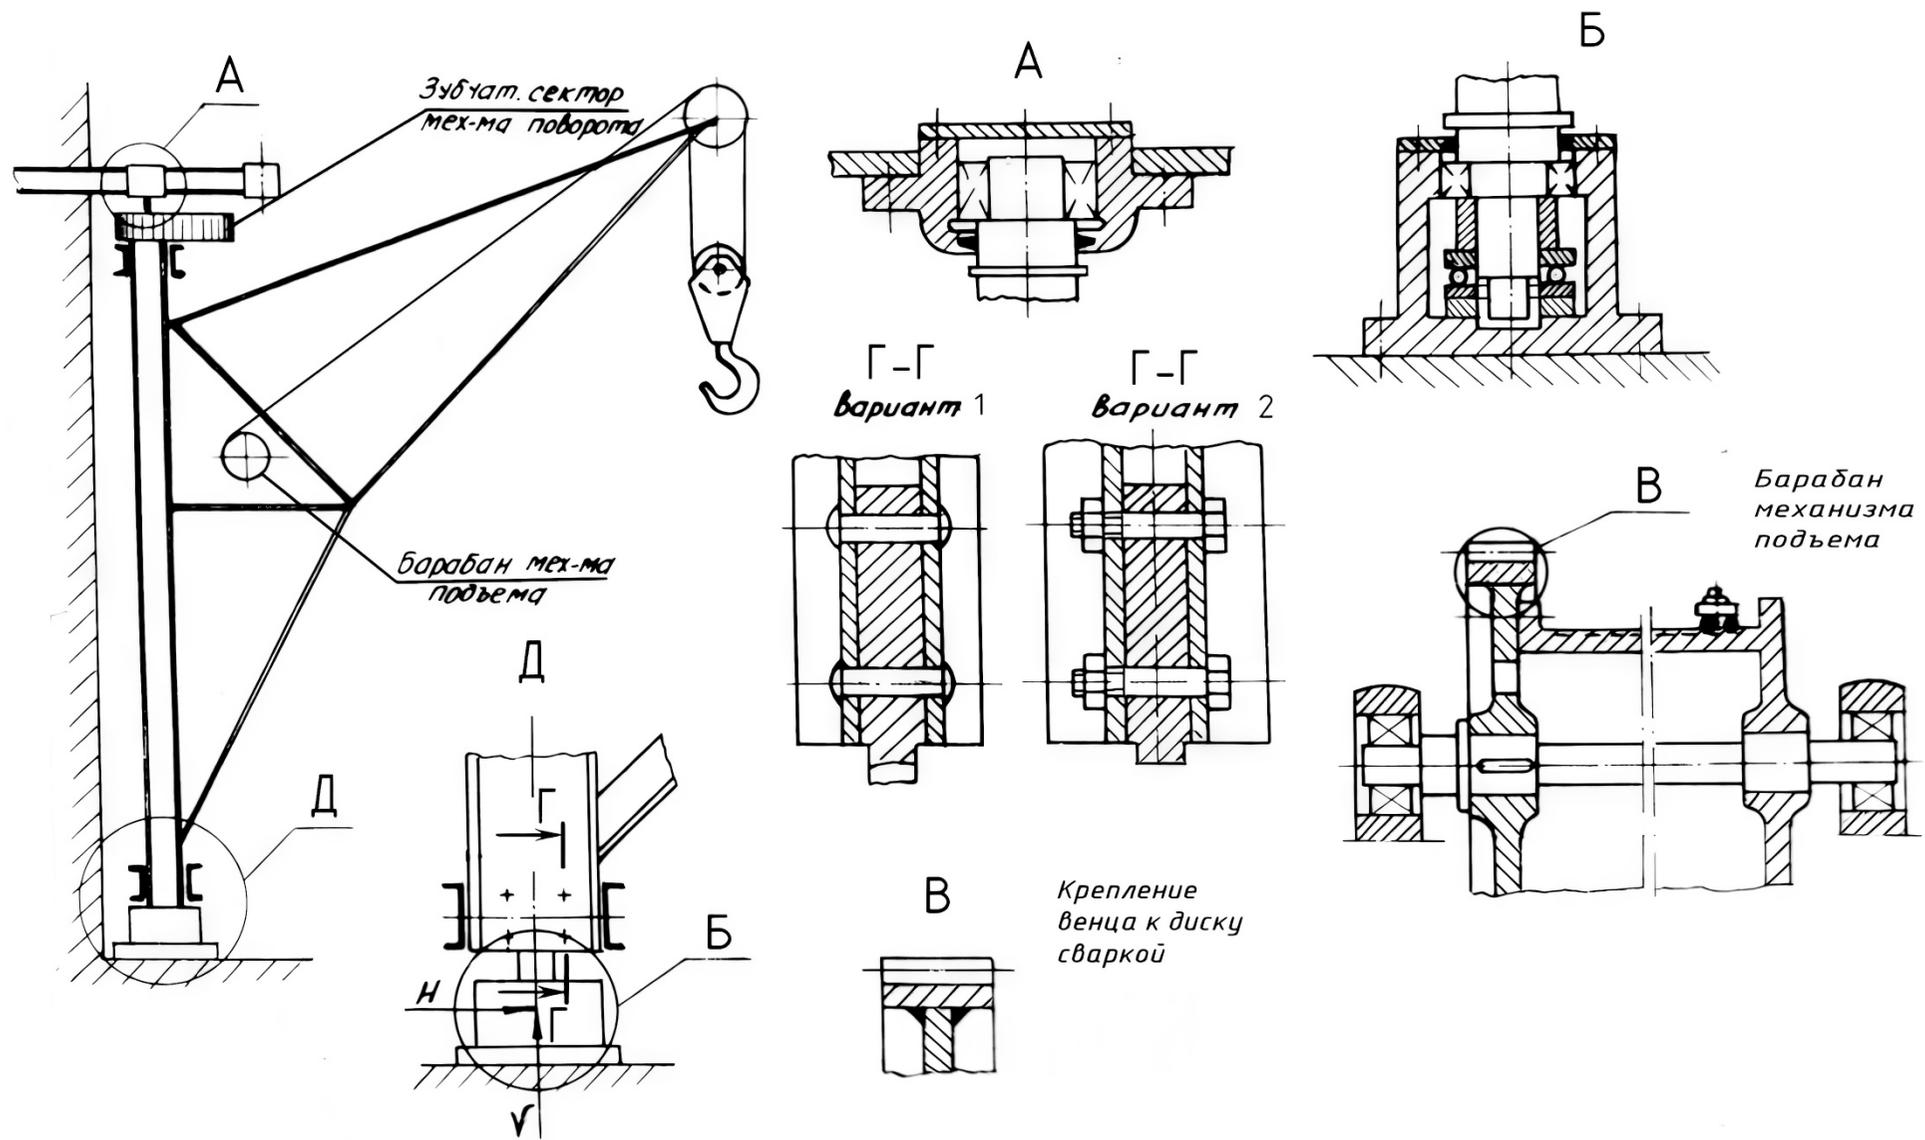

Рисунок 3 – Кран с поворотной колонной
17. Составить кинематическую схему механизма подъема груза, определить статическую мощность двигателя  $P_{ст}$  и проверить его на разгон по условию  $a_n \leq [a_n]$  при известных весе груза  $G = 45$  кН, скорости подъема  $v_{гр} = 16$  м/мин и допусаемом ускорении при пуске  $[a_n] = 0,4$  м/с2. Время пуска  $t_n$  найти из выражения пускового момента (рис. 3). Недостающими данными задаться.
18. Проверить прочность сварного соединения зубчатого венца к диску колеса (рис. 3, узел В). Задача выполняется в общем виде без числовых значений.
19. Составить кинематическую схему механизма поворота и определить необходимый тормозной момент, если известны частота вращения крана  $n_{кр} = 2,5$  об/мин и режим работы ПВ = 15 % (рис. 3). Вес груза  $G = 50$  кН, крана  $G_{кр} = 60$  кН, вылет стрелы  $L = 6$  м. Недостающими данными задаться.
20. Рассчитать подшипники качения для опор колонны крана при частоте вращения  $n_{кр} < 1 \text{ мин}^{-1}$  и  $n_{кр} > 10 \text{ мин}^{-1}$  (рис. 3, узлы А и Б). Задача выполняется в общем виде без числовых значений.
21. Рассчитать заклепочное соединение колонны крана (рис. 3, Г-Г, вариант 1). Задача выполняется в общем виде без числовых значений.
22. Составить кинематическую схему механизма поворота крана (включив в нее червячный редуктор) и определить статическую мощность двигателя  $P_{ст}$  при известных весе груза  $G = 45 \text{ кН}$ , крана  $G_{кр} = 50 \text{ кН}$  и частоте вращения крана  $n_{кр} = 2 \text{ мин}^{-1}$  (рис. 3). Недостающими данными задаться.
23. Рассчитать болты соединения колонны крана, поставленные с зазором (рис. 3, Г-Г, вариант 2). Задача выполняется в общем виде без числовых значений.
24. Проверить прочность шпоночного соединения зубчатого сектора механизма поворота с колонной крана в момент пуска или торможения при известных весе крана  $G_{кр} = 50 \text{ кН}$ , груза  $G = 45 \text{ кН}$ , частоте вращения крана  $n_{кр} = 2,5 \text{ мин}^{-1}$  и режиме работы ПВ = 25 % (рис. 3). Недостающими данными задаться.
25. Рассчитать болты крепления зубчатого венца к барабану для двух случаев: болты поставлены без зазора; болты поставлены с зазором (рис. 3). Момент на барабане  $T_{бар} = 3500 \text{ Нм}$ , диаметр расположения болтов  $D_0 = 340 \text{ мм}$ , число болтов  $z = 6$ . Недостающими данными задаться.
26. Рассчитать ось барабана при весе груза  $G$  и кратности полиспаста  $k_{п}$  (рис. 3). Задача выполняется в общем виде без числовых значений.